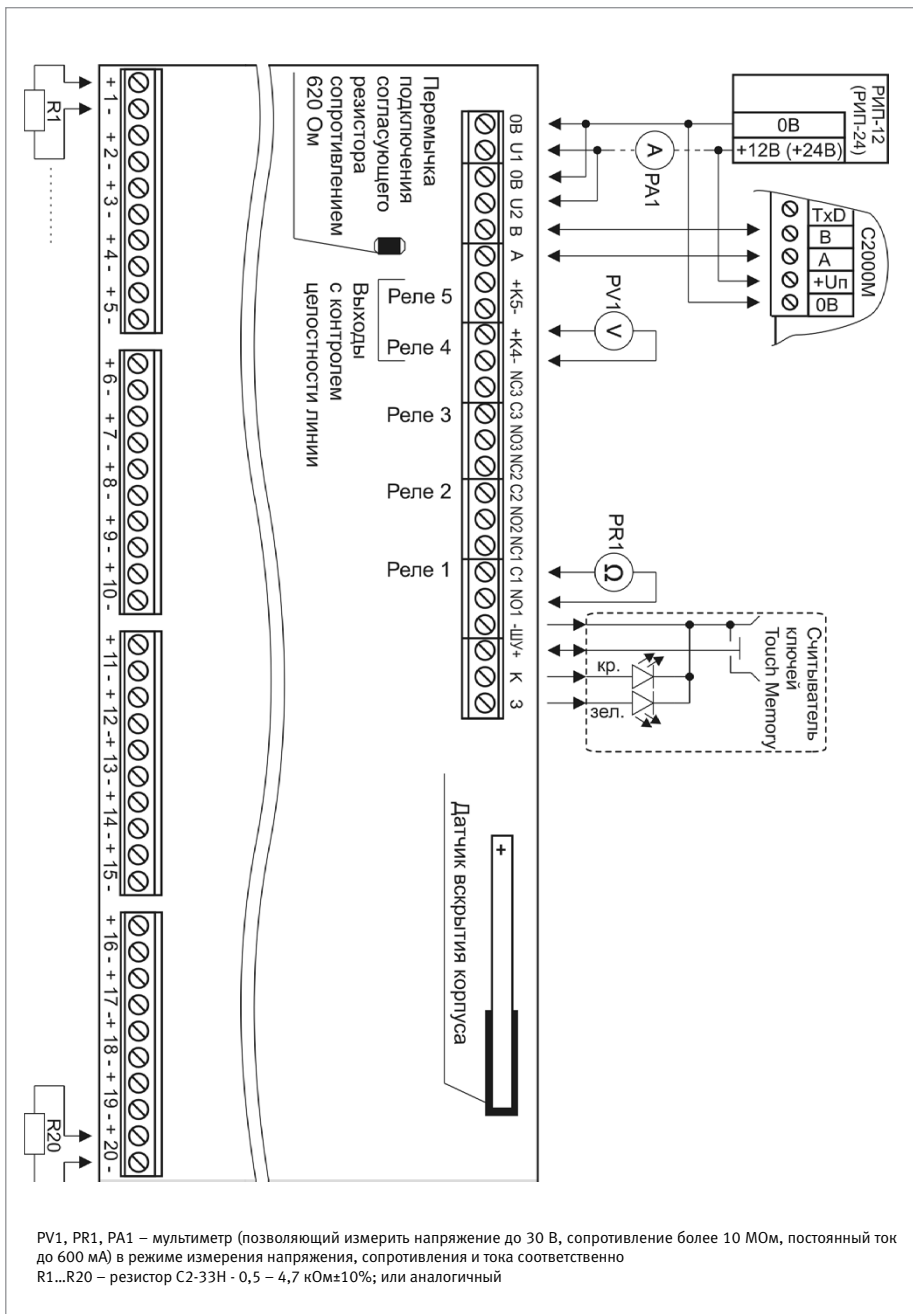

Рисунок 8. Схема подключения блоков «Сигнал-20П», «Сигнал-20П исп.01» при общей проверке
2.2. Подключите блок по схеме, приведенной на Рисунок 8.